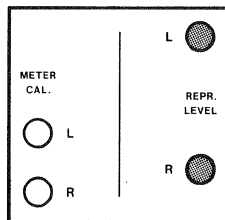

Fig. 6.4.-7
- Bedienungselemente nach Fig. 6.4.-6 einstellen.
- NF-Millivoltmeter an Ausgang (51) OUTPUT L + R anschliessen.